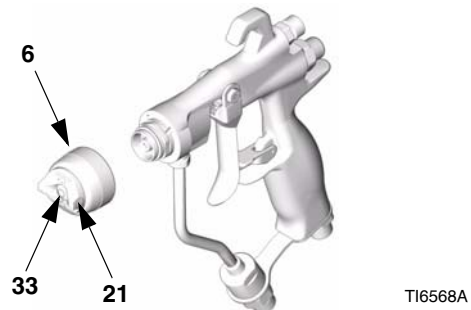

Рис. 36
2. Снимите фиксирующее кольцо воздушного наконечника (6), воздушный наконечник (21) и распылительный наконечник (33). Смотрите Рис. 36.